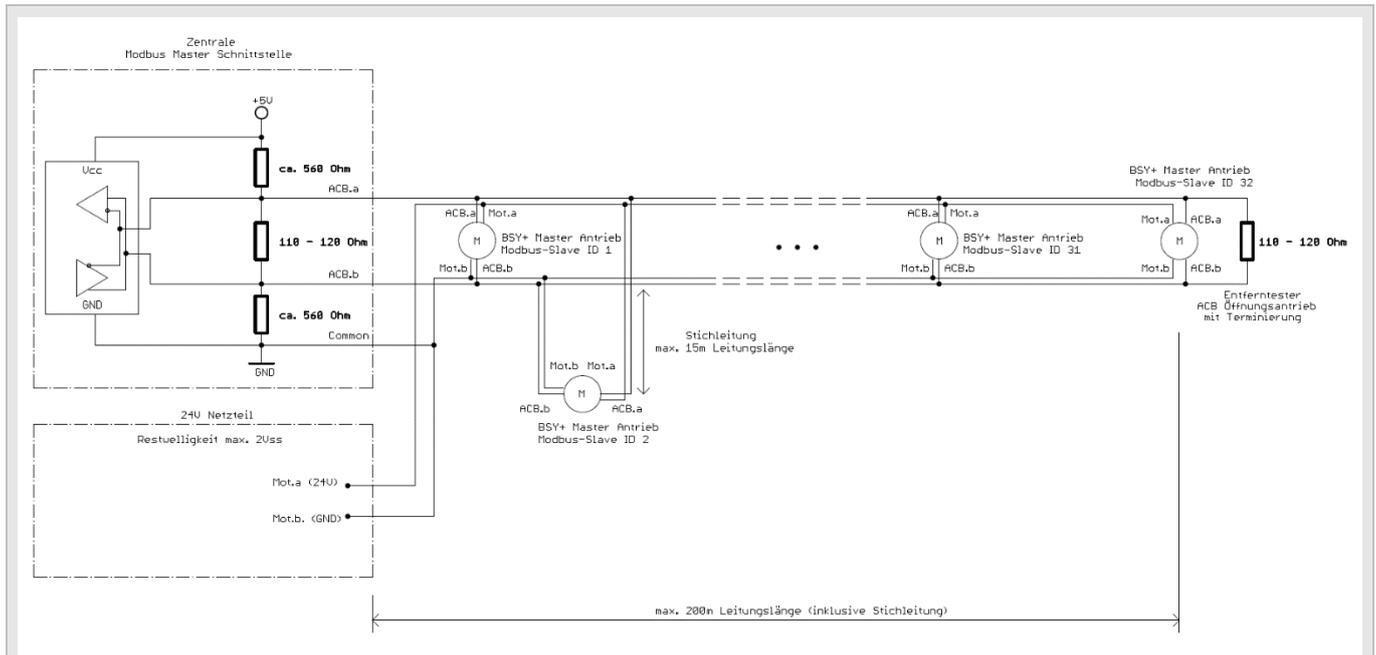

Abbildung 1 Verdrahtungsplan für 24 V DC ACB Öffnungsantriebe
* siehe Abbildung 1 und 2
Topologie (siehe Abbildung 1 und 2):